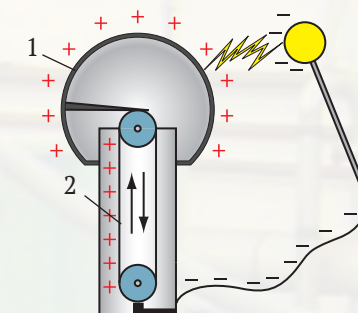

Fig. 3
Principiul de funcționare a buteliei de Leyda este pus la baza construcției, care după numele inventatorului a obținut denumirea de *generator Van de Graaf* (fig. 3). Acest dispozitiv funcționează în felul următor. În interiorul unei sfere izolate (1), confecționate din conductor, este introdusă banda unui transportor (2), care se află într-o mișcare continuă. Mișcându-se banda se încarcă și-i transmite sarcina sferei. Generatorul Van de Graaf este «inima» unor acceleratori contemporani, care sunt folosiți pentru studierea microuniversului (fig. 4).